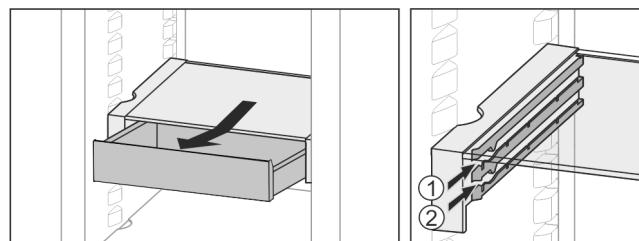

Fig. 20
- Umetnite je na željenu visinu Fig. 20 (1) ili Fig. 20 (2).